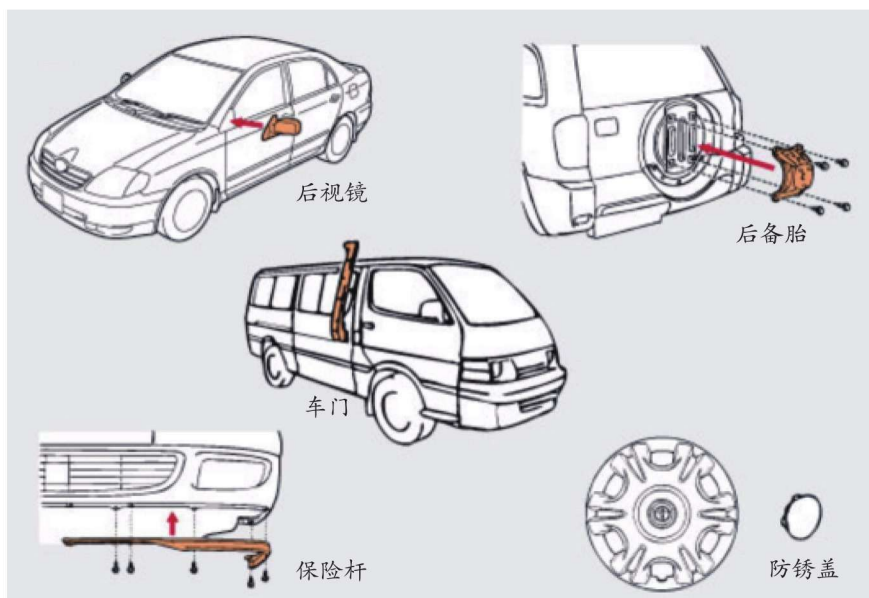

图1- 11 安装零部件
制造厂提供的零件为单独包装，以防在运输中损坏。如图1- 11所示。
(3) 从制动器盘上拆下防锈盖。如图1- 12所示。